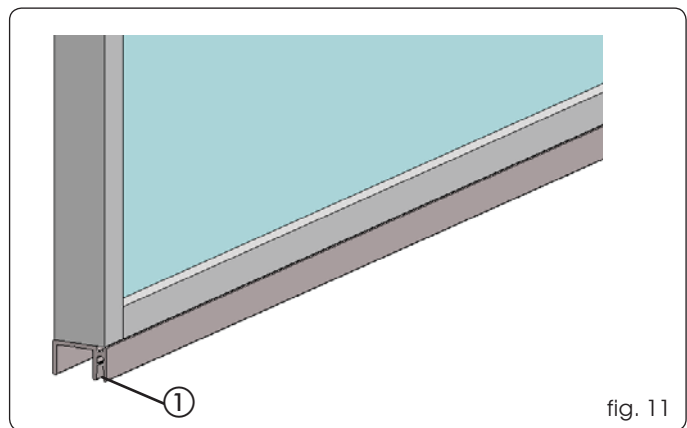

fig. 11
4. Corte el perfil de guía inferior a la misma longitud que la hoja y fíjelo con tornillos en la parte inferior (fig. 11).
5. Si estuviera previsto, coloque el cepillo en el alojamiento del perfil de deslizamiento fig. 11 ref. ①.